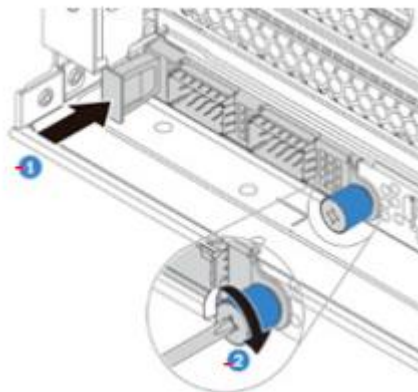

Рисунок 29 – Установка Ethernet – адаптера OCP 3.0
- Затяните винт с накатанной головкой, чтобы закрепить карту в слоте (см. Рисунок 29).